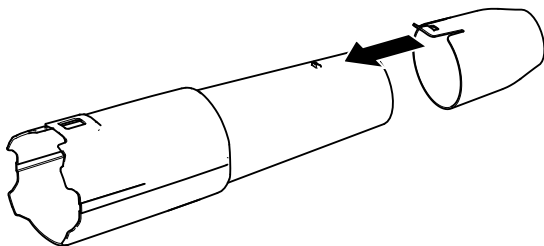

Figura 3
2. Glisezi tubul suflantei pe carcasa suflantei. Este posibil să fie nevoie să apăsai în jos pe elementul de fixare al tubului pentru a fixa în poziție tubul suflantei (Figura 3).